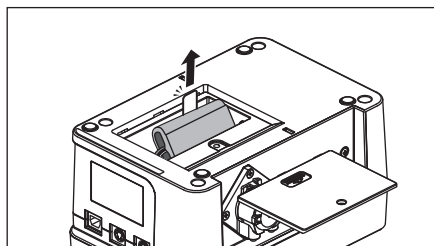

図 24
- 3) バッテリーパックに取り付けられているテープを引き、古いバッテリーパックを取り出します。(図 24)